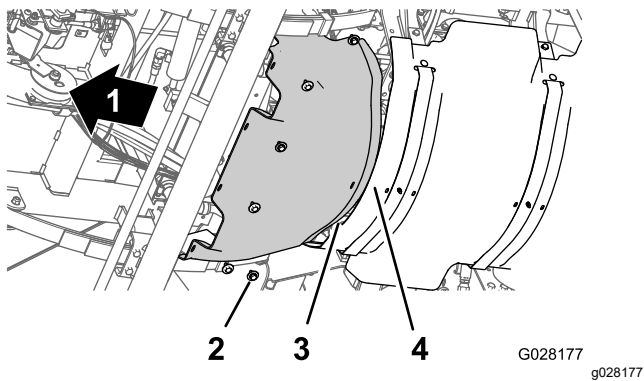

图 62
1. 将前隔热罩上的后凸缘与后隔热罩上的前凸缘对齐图 62。
2. 将前隔热罩上的孔与底盘上的螺纹孔对齐 图 62。
3. 使用 拆下前隔热罩 \(页码 44\) 的步骤 3 中卸下的 6 个六角头螺栓和 6 个垫圈 图 62 将前隔热罩组装到机器上。